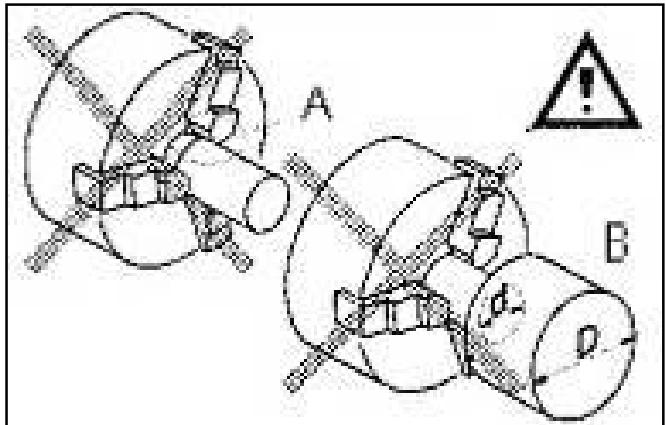

Рис.6
Старайтесь не обрабатывать заготовки с короткой зажимной длиной (A, *Рис.6*) или небольшого диаметра (B). Располагайте заготовку лицевой стороной.